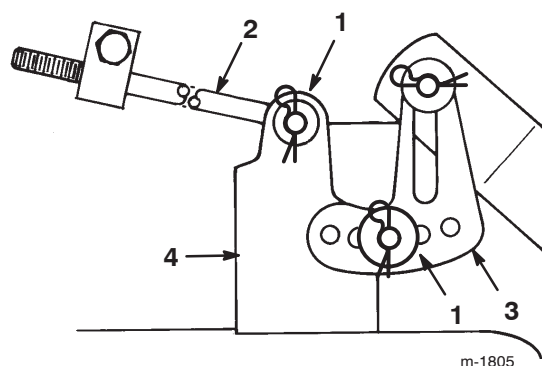

Bild 49
7. Entfernen Sie den Splint und die Scheibe von der Nivellierhalterung (Bild 49).
8. Setzen Sie die Nivellierhalterung in ein anderes Loch ein und montieren Sie die Scheibe und den Splint (Bild 49).